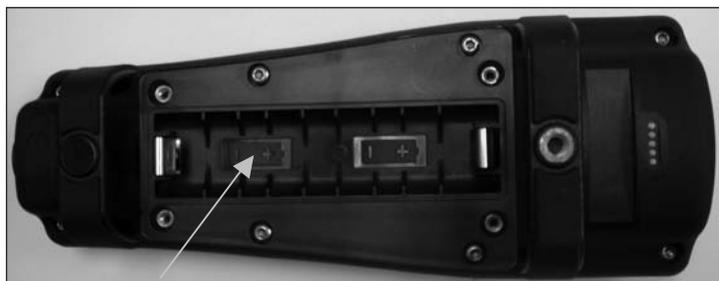

Figura 1. O instrumento Pro30 com a tampa do compartimento das pilhas removida. Observe os símbolos das pilhas indicando as polaridades correctas.
4. Instale as novas pilhas, assegurando o alinhamento correcto da polaridade (Figura 1).